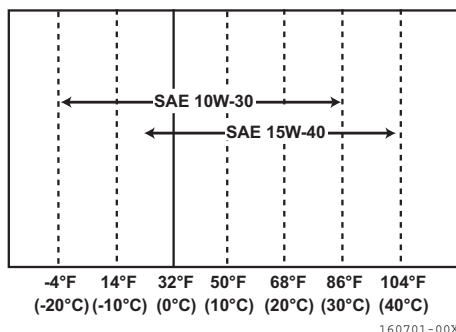

Figure 5
- Sélectionnez la viscosité de l'huile en vous basant sur la température ambiante de l'emplacement où le moteur sera utilisé. Reportez-vous au tableau de viscosité de température de service SAE (**Figure 5**).